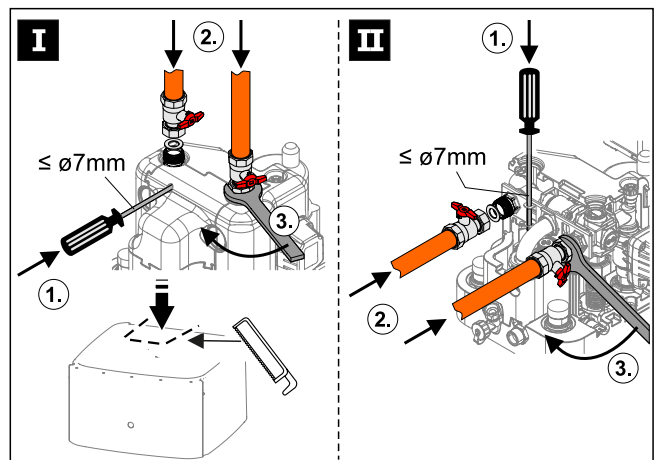

Fig. 3-30 Realizzazione dei raccordi di riscaldamento
- Attenersi alla coppia di serraggio prescritta (v. Cap. 6.2). A tal fine applicare la necessaria coppia di contrasto con un attrezzo adeguato per evitare danni, vedere Fig. 3-30.